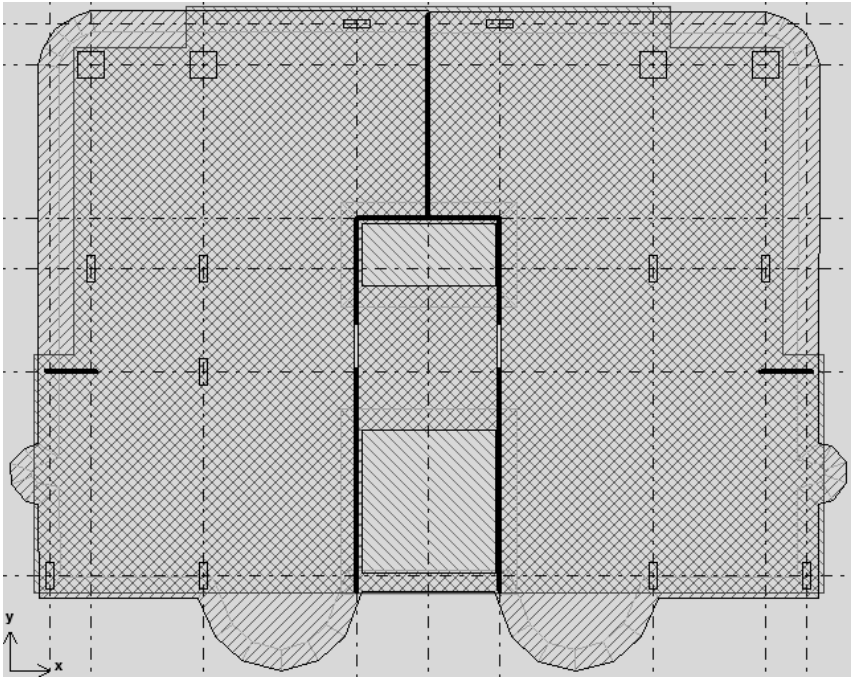

Рис. 2.1. Модель будівлі з фундаментом плитою
3. Задайте параметри та контур фундаментної плити за допомогою меню **Схема** \Rightarrow **Добавить элементы** \Rightarrow **Добавить фонд.плиту**. У вікні діалогу **Добавить фундаментную плиту** задайте такі параметри: виліт $db = 0.5$ м; матеріал **Железобетон**; основа – **Свайное поле**; товщина $b = 0.5$ м; постійне навантаження  0.2 тс/м²; довготривале  0.2 тс/м²; короткочасне  0.3 тс/м². Задайте фундаментну плиту, як показано на рис. 2.1 (прив'язка по центру крайніх колон).